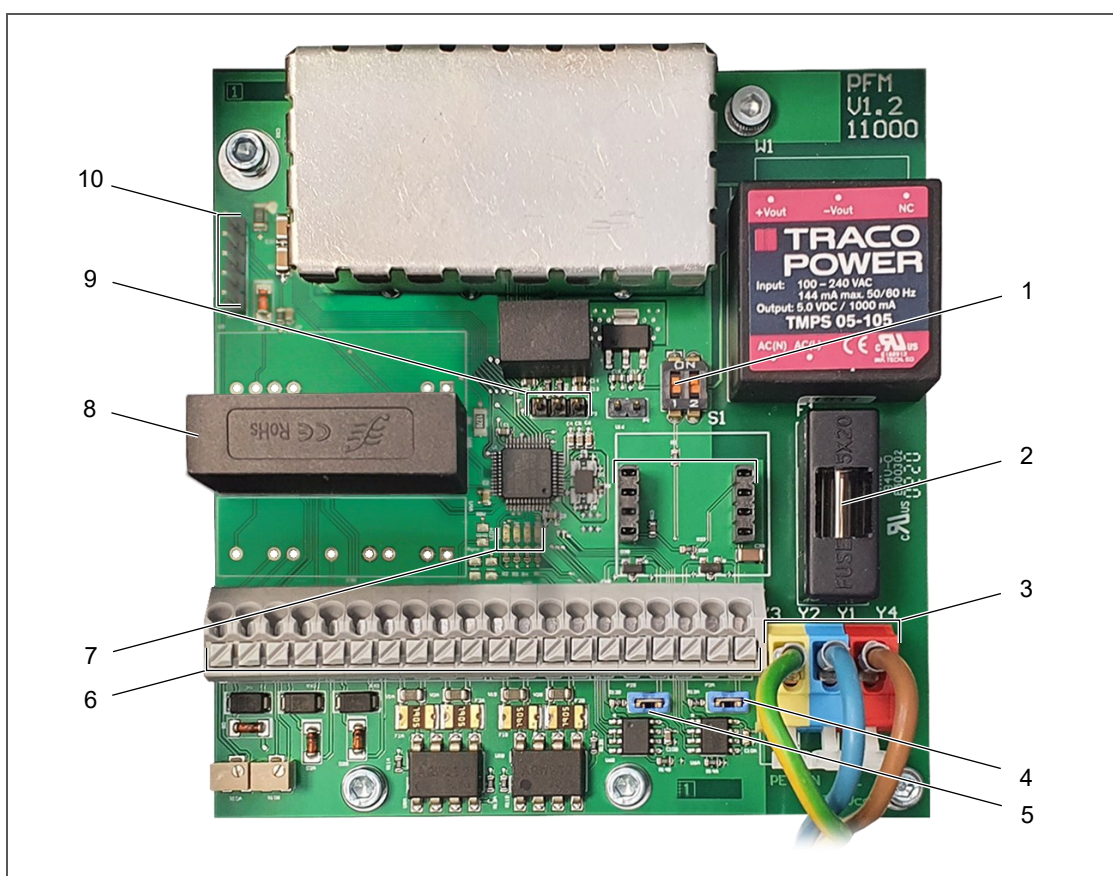

Abb. 6: Anschlüsse der Signalbaugruppe – Spannungsversorgung 110...230 V AC
- Der Betriebsartschalter zur Umschaltung zwischen Messbetrieb und Wartung (1, Abb. 6, Seite 17) ist mit „1“ gekennzeichnet. Für den Messbetrieb muss er nach oben (ON) gesetzt sein. (Der Schalter 2 ist ohne Funktion.)
Dabei muss der Steckverbinder des USB-Kabels mit der PC-Schnittstelle (9, Abb. 6, Seite 17) an der Signalbaugruppe verbunden werden.